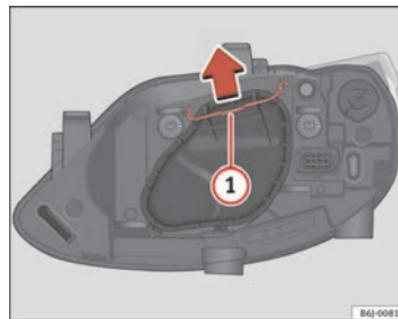

Fig. 141 Luz de cruce/carretera faro simple
- Desplace el tirante ⇒ fig. 141 ① en el sentido de la flecha y saque la tapa.